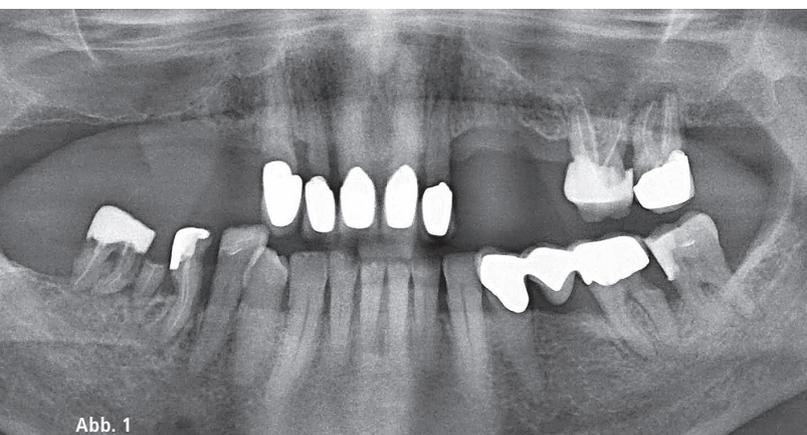
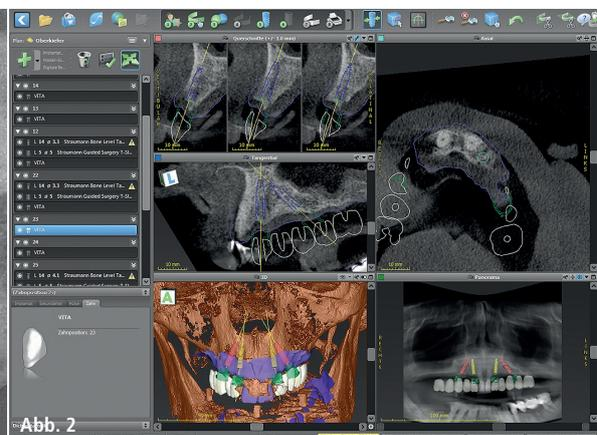

Abb. 1
Abb. 2
**Abb. 1:** Das Orthopantomogramm zeigt die Ausgangssituation vor der Extraktion der nicht erhaltungswürdigen Zähne im Ober- und Unterkiefer. – **Abb. 2:** Screenshot der 3D-Planung in coDiagnostiX für die Oberkieferversorgung.